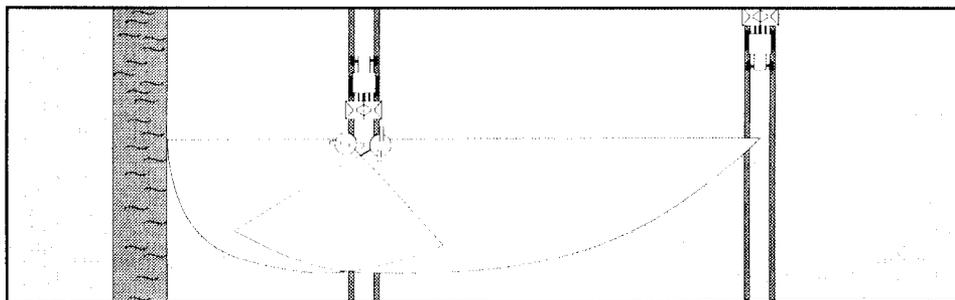

Рис. 7.13
Для **разбрасывания удобрений по краям поля** (в соответствии с проектом с инструкцией по применению минеральных удобрений) (рис. 7.13) левые диски типа “Omnia -Set” (левосторонние стандартные разбрасывающие диски, если смотреть по ходу движения) должны меняться на соответствующие пограничные диски типа “Tele-Set”. Для правостороннего пограничного разбрасывания также поставляются специальные разбрасывающие диски.
7.4.1.1 Разбрасывание удобрений по краям поля - проект инструкции по применению минеральных удобрений (рис. 7.13)
7.4.2 Регулировка пограничных разбрасывающих дисков в соответствии с проектом инструкции по применению удобрений (рис. 7.13)